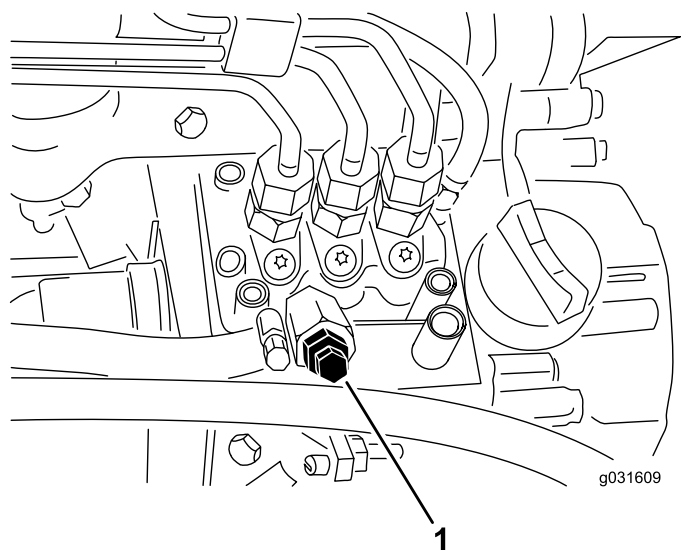

Figura 52
4. Aprite la vite di spurgo dell'aria, situata sulla pompa di iniezione del carburante (Figura 52).